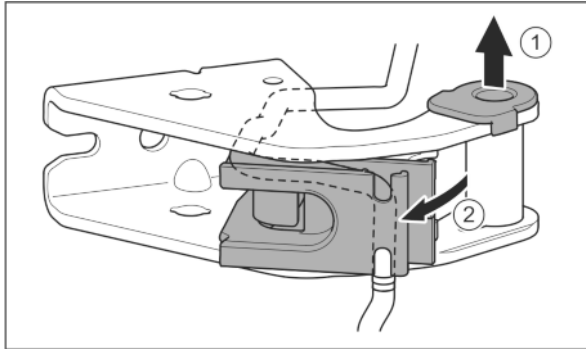

Fig. 23
- ▶ Lagerbussen uit de geleiding trekken. Fig. 23 (1)
- ▶ Kabelhouder naar buiten draaien. Fig. 23 (2)